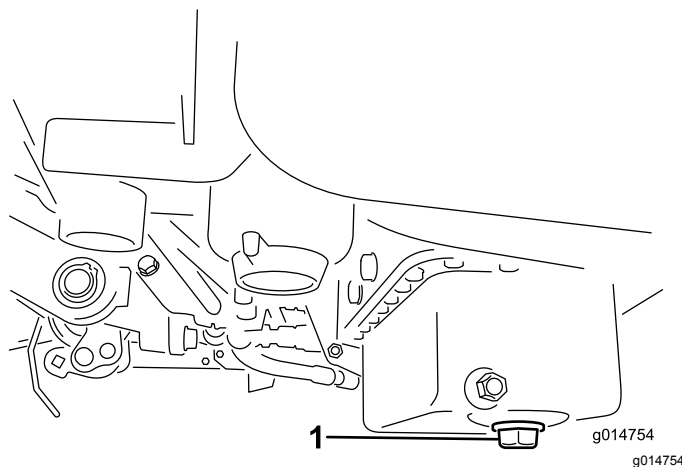

Bild 42
1. Entfernen Sie die Ablassschraube und lassen das Öl in eine Auffangwanne ab. Schrauben Sie die Ablassschraube wieder ein, nachdem das Öl abgelassen ist (**Bild 42**).